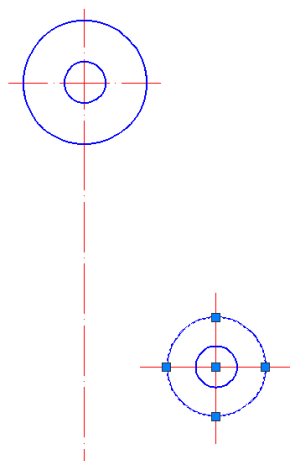

Рис. 74. Редактирование параметра окружности
- 3.6. Используя окно **Свойства**, изменить радиус большей окружности на 24 мм (см. рис. 74).